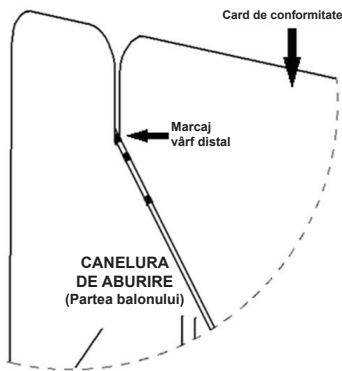

Figura 2 Configurație dreaptă
5. Așezați banda marcajului pentru vârful distal cu îndoitura în partea de jos și în interiorul canelurii de abur. (consultați Figura 2)
4. Așezați banda marcajului pentru vârful distal în partea de jos și în interiorul canelurii de abur. (consultați Figura 2)